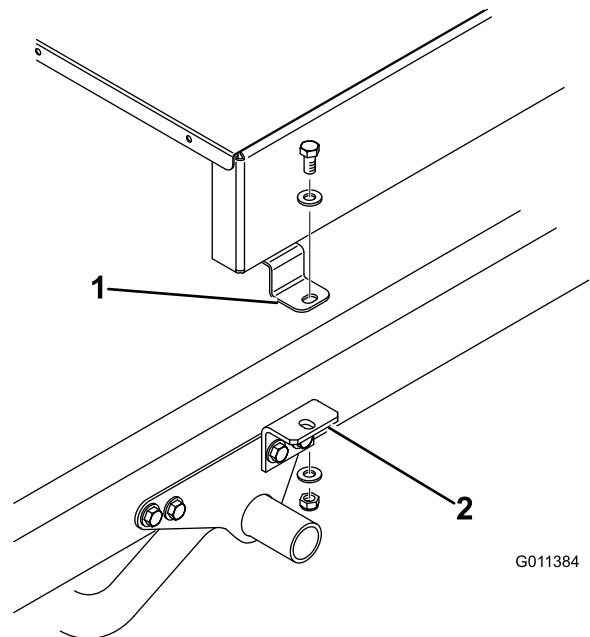
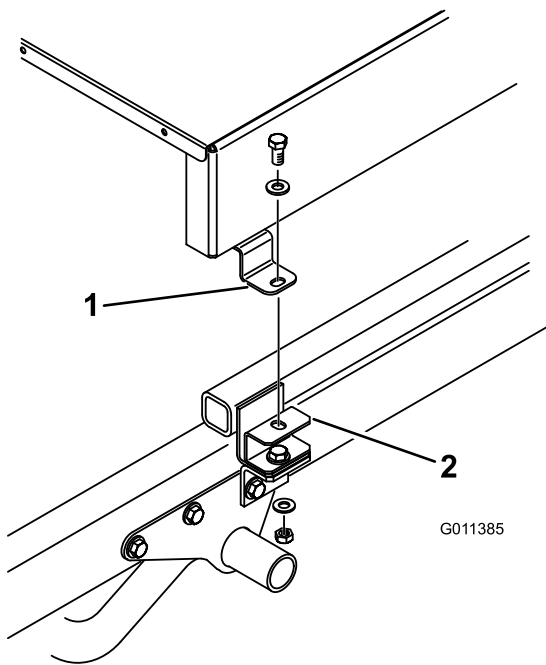

Figura 10
Figura 11
- Sujete provisionalmente la parte superior de cada soporte de montaje (Figura 10) o soporte de espaciador (Figura 11) a la pestaña de montaje de cada lado de la recebadora con un tornillo ($\frac{1}{2}$ " x 1"), 2 arandelas planas y contratueras. Apriete todas las fijaciones.